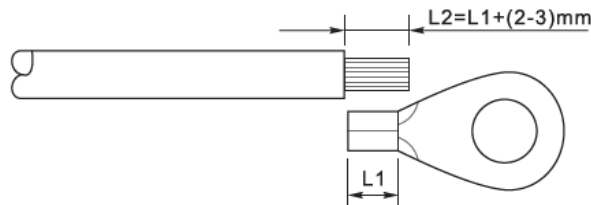

Figura 19 - Preparazione del cavo di terra (1)
- 2) Inserire i fili esposti nel terminale OT e crimparli usando uno strumento per la crimpatura, come mostrato nella Figura 19.